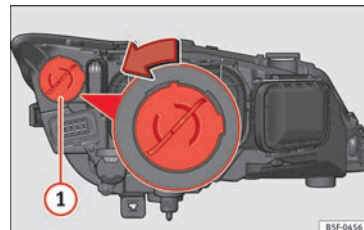

Fig. 207 Lâmpada da luz diurna.
- Rode o porta-lâmpadas » Fig. 207 ① para a esquerda e puxe.